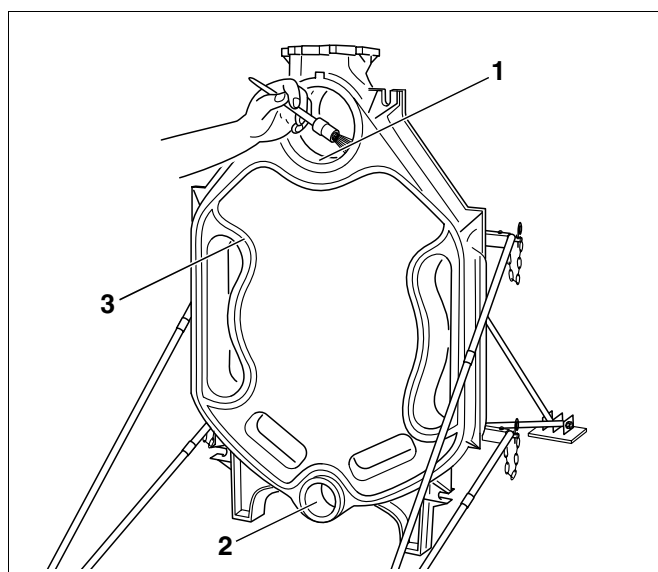

Fig. 13 Forberedelse av pakningsnoter og nav
- Rengjør om nødvendig pakningsnotene med stålbørste og klut (Fig. 13, **Pos. 3**).
- Rens tetningsflatene på navene (Fig. 13, **Pos. 1** og **2**) med en bensindynket klut.